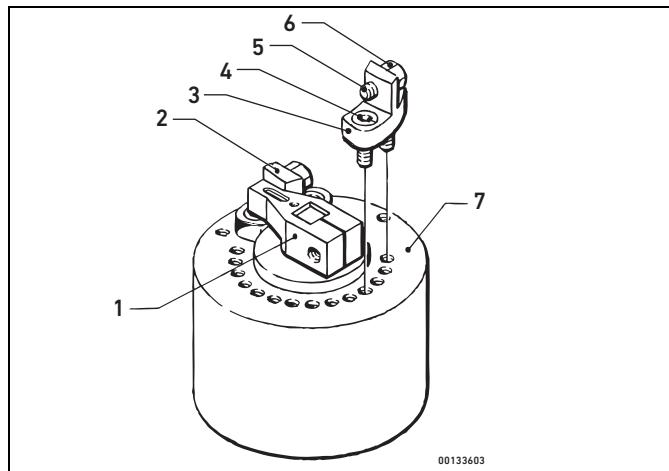

Fig. 5: Montering av justerbart stopp
Vriddon storlek 2 till 5 har justerbart stopp som består av en arm monterad på axeln på vriddonetts bakre ände samt två stopp som justeras med skruvar. Arm (1) och referensstopp (2) är monterade vid leverans och vinkeljusteringsstopp (3) monteras vid installation. Se Fig. 5.
1. Montera vinkeljusteringsstoppet (3) i önskat läge i intervall om 15° , med medföljande fästsksruvar (4).
2. Montera finjusteringsskruven (5) och tillhörande låsmutter (6) i vinkeljusteringsstoppet.